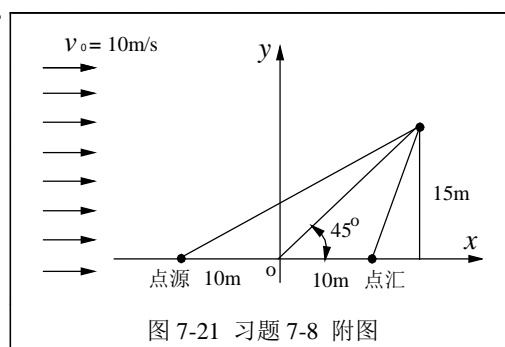

图 7-21 习题 7-8 附图
**7-8** 强度为  $20 \text{ m}^2/\text{s}$  的点汇和点源置于如图 7-21 所示的直角坐标系中，试求  $x = 15 \text{ m}$ ， $y = 15 \text{ m}$  点处的速度和该点相对于来流的压力差。